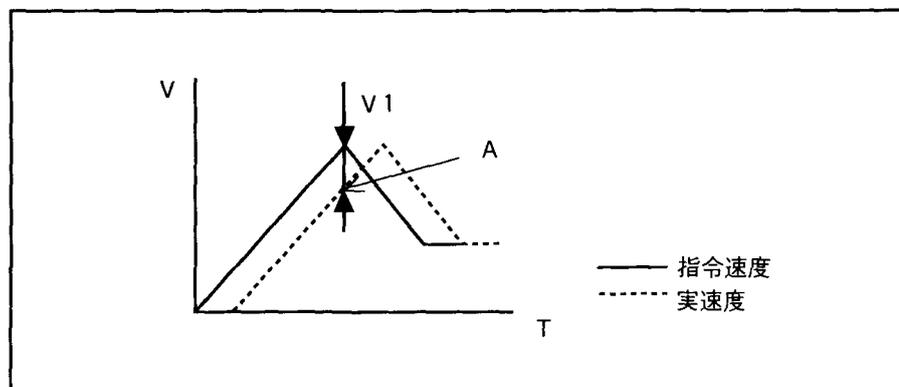

図7-45
(11) MON, MOFF, MSP命令の条件を満たしたかの判断はエンコーダ実位置で参照しています。条件を満たした後の速度変化は指令を変化させています。図7-45ポイントAにて条件を満たした時、指令は更に先(速度にしてV1)にあります。その指令を変化させるため遅れはありますのでご了承ください。